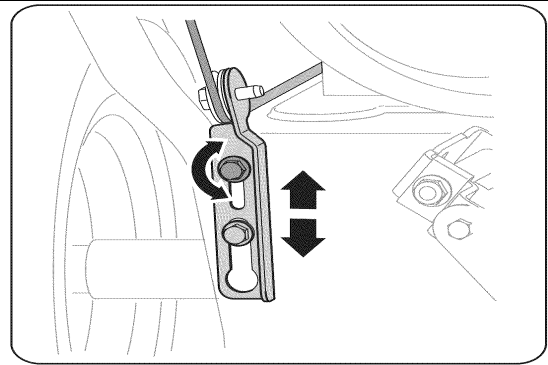

Рис. 9
1. Когда рычаг управления шнеками отпущен и находится в верхнем положении (UP), тросик должен слегка провисать, он НЕ ДОЛЖЕН быть сильно натянут.
4. Оставьте шнек включенным приблизительно на десять (10) секунд, потом отпустите рычаг управления шнеком. Повторите это несколько раз.
5. Приведя рукоятку управления шнеком в верхнее (UP) положение и, тем самым, отключив шнек, перейдите к головной части машины.
7. Для регулирования положения троса управления ослабьте верхний шестигранный болт на кронштейне, придерживающем трос шнека (См. Рис. 9).